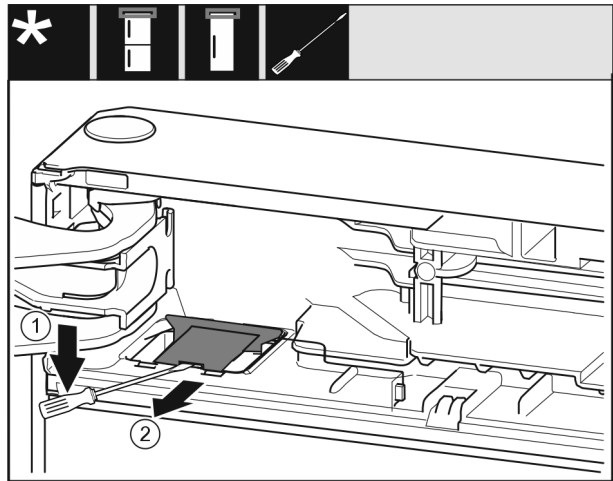

Fig. 7
- Mit einem Schlitzschraubendreher die Abdeckung ausrasten und aufheben. Fig. 7 (1)
- Abdeckung herausnehmen. Fig. 7 (2)